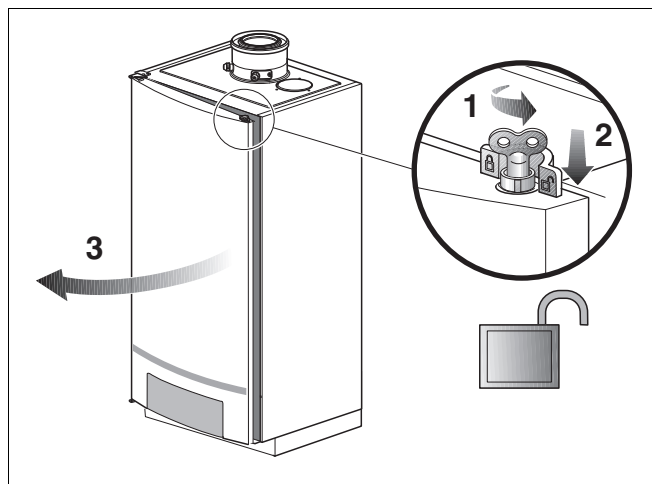

Fig. 56 Aprire il portello della caldaia
- Allentare di un quarto di giro la chiusura del portello della caldaia con la chiave di sfiato (fig. 56, zoom).
- Premere verso il basso la chiusura (fig. 56) e aprire il portello della caldaia.
- Allentare di un quarto di giro la chiusura del portello della caldaia con la chiave di sfiato (fig. 56, Lente, pagina 42).